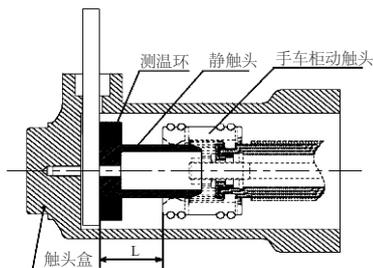

图19 手车柜置于工作位置示意图
1. 在手车推至工作位置时，手车的动触头（梅花抓）距静触头的根部大于等于30mm，如下图19中的尺寸L。